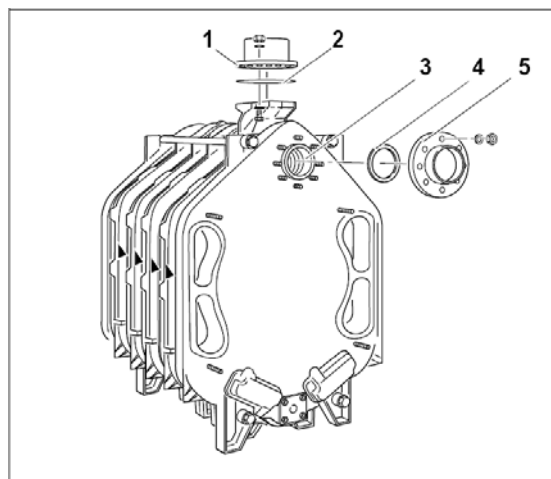

Fig. 25
- Med den senare anslutningen av returledningen monteras svetsflänsen (med påsvetsad rörföring) på övre nippelgången (Fig. 25, **pos. 3**). På figuren ses svetsflänsen och packningen (Fig. 25, **pos. 4 och 5**).
- Framledningsflänsen (Fig. 25, **pos. 1**) med packning (Fig. 25, **pos. 2**) ska användas till den efterföljande anslutningen av framledningen.